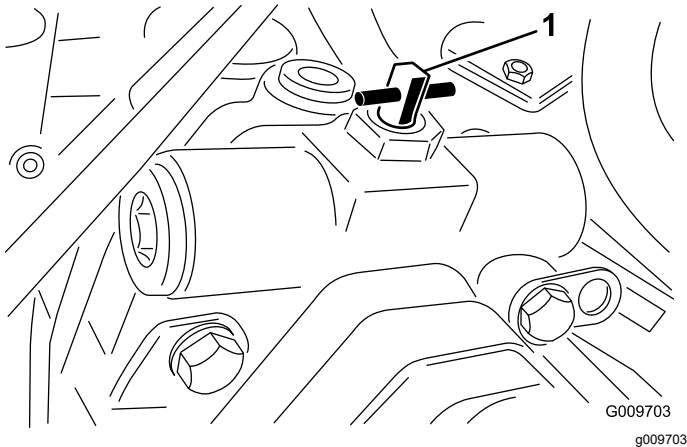

Bild 101
- Öffnen Sie das Abschlepp-Sicherheitsventil der Traktionspumpe, indem Sie es um 90° (1/4 Umdrehung) in eine der beiden Richtungen drehen (Bild 101).
2. Öffnen Sie das Abschlepp-Sicherheitsventil der Traktionspumpe, indem Sie es um 90° (1/4 Umdrehung) in eine der beiden Richtungen drehen (Bild 101).